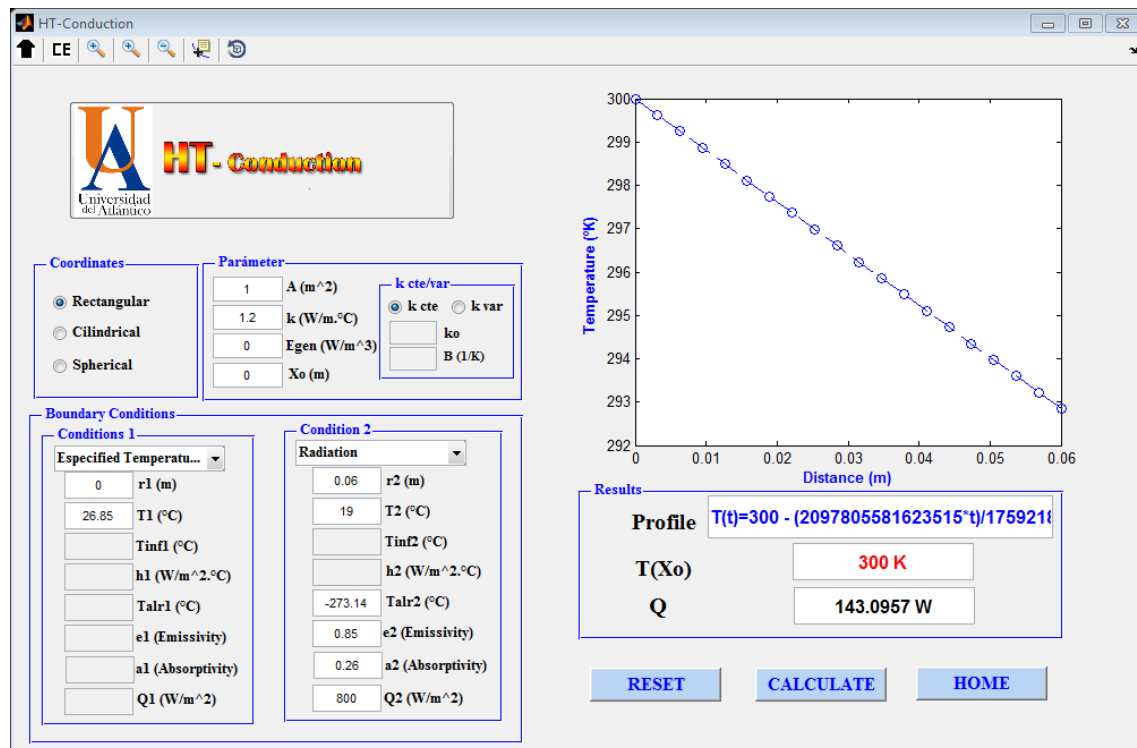

Figura 21. Resultados obtenidos por el software.
Luego, ubíquese en el grupo “Boundary Conditions”, y en la primera condición escoja la opción “Especified Temperature”, y digite los valores correspondiente. Para la segunda condición de frontera seleccione la opción “Combined Convection and Radiation Condition”. Los valores correspondiente a temperatura deben ser introducido en °C ya que el software internamente realiza la conversión a grados kelvin cuando se trabaja con condición de radiación. Luego de clic en “Calcular” para obtener los resultados. Observe Figura 21
De la Figura 21, se observa los diferentes valores introducidos para ambas condiciones de frontera. En ambos casos las temperaturas especificadas están en grados Celsius. La grafica muestra la variación desde la parte interna de la placa el cual tiene una temperatura de 300 K como se especifica en el enunciado y una temperatura en T(L) de 292 K. Observe que a pesar de haber introducidos la temperatura en °C las respuesta se obtienen en grados kelvin, también se observa el perfil de temperatura para dicho caso y la razón de transferencia de calor asociado a dicho proceso de 143 W.